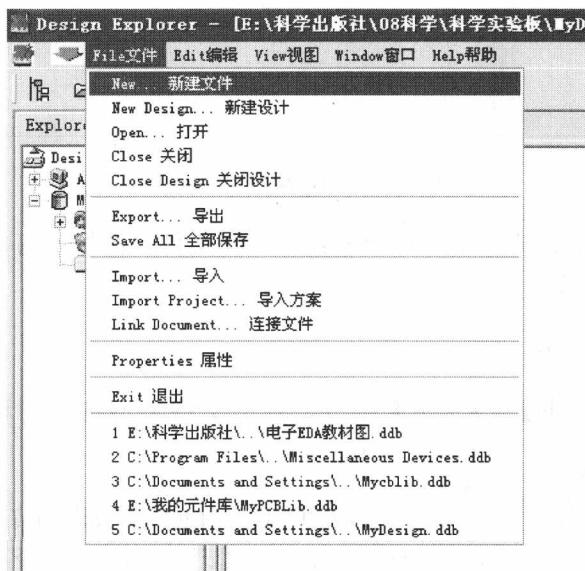
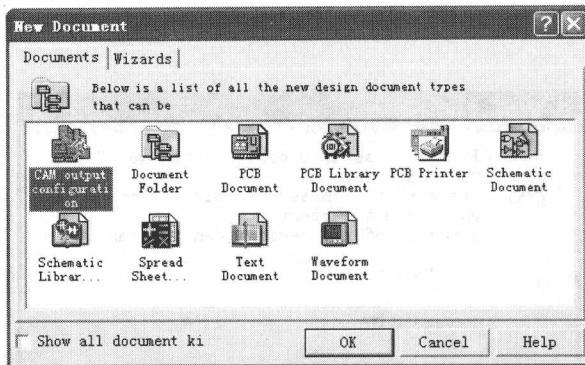

图 1-13 执行【File】 / 【New】命令
图 1-14 选择文件类型
2) 执行菜单【File】 / 【New】命令，如图 1-13 所示，弹出如图 1-14 所示的选择文件类型对话框，出现原理图等 10 种文件类型供选择。
1) 执行菜单【File】/【New】命令，弹出文件类型选择对话框，如图 1-13 和图 1-14 所示。